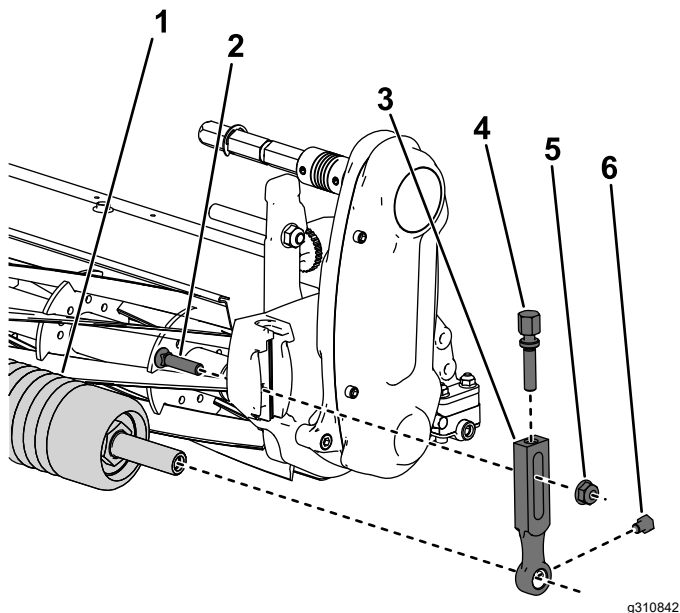

図 3
1. X刈高アーム左右のどちらか1本をカッティングユニットのサイドプレート固定しているプラウボルト、ワッシャ、フランジナットを外す 図 3。